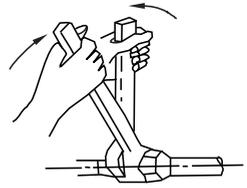

Рис. 6
- После подачи хладоносителя через теплообменник фанкойла необходимо выпустить воздух через воздухопускной клапан до появления капель хладоносителя (рис. 6). Затем необходимо закрыть воздухопускной клапан для дальнейшей эксплуатации фанкойла.